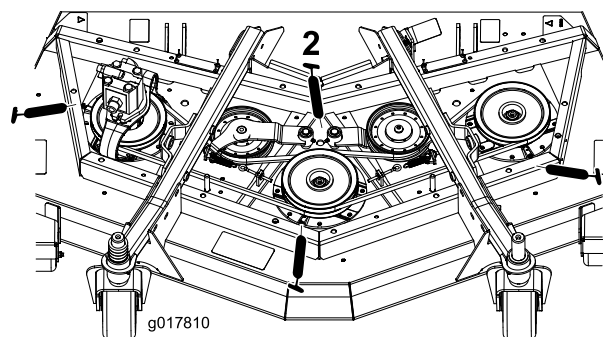

Figura 62
- Rolamentos do eixo (3) (debaixo da polia) (Figura 62)
- Casquilhos articulados do braço intermédio (2) (Figura 62)